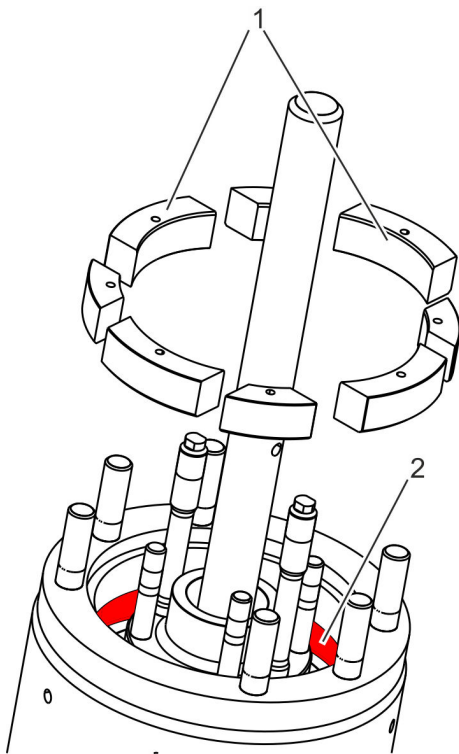

Abb. 32: Segmente einsetzen
- 19.** Segmente (Abb. 32/1) in die Gehäusenut (Abb. 32/2) einlegen.